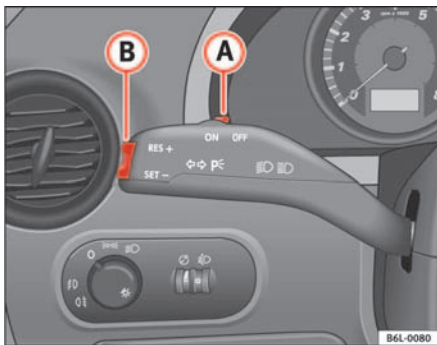

Abb. 99 Blinker- und Fernlichthebel: Schalter und Wippe für GRA
- Drücken Sie den unteren Teil der Wippe **SET** ⇒ Abb. 99 (A) einmal kurz, wenn die zu speichernde Geschwindigkeit erreicht worden ist.